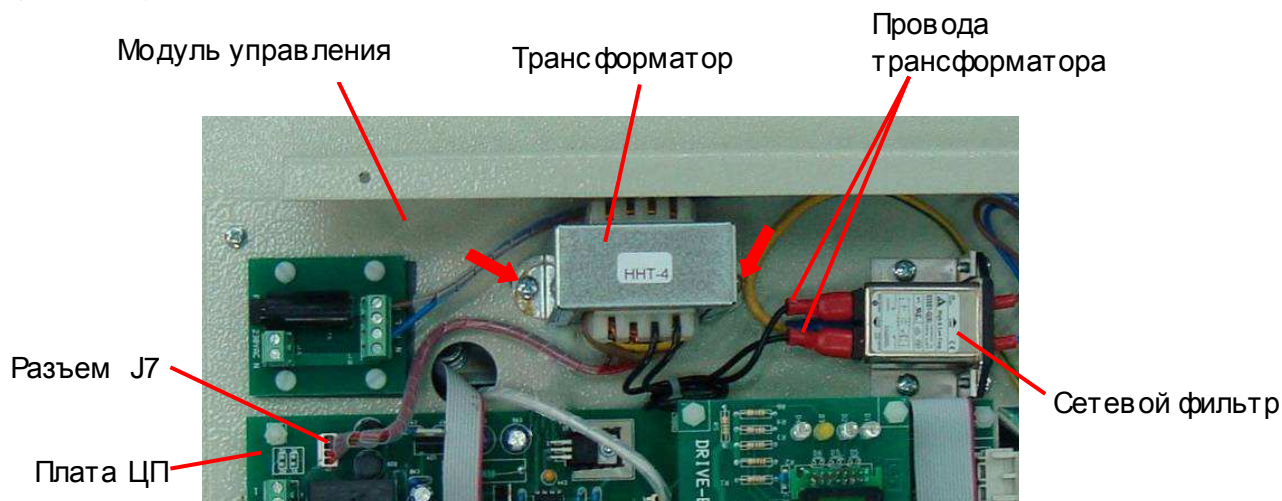

Рис. 7.10
7.2.1. Расположить трансформатор на модуле управления согласно рис. 7.10.
7.2.2. Вкрутить два винта (рис. 7.10, красные стрелки).
7.2.3. Подсоединить провода трансформатора к сетевому фильтру и разъем J7 к плате ЦП (рис. 7.10).